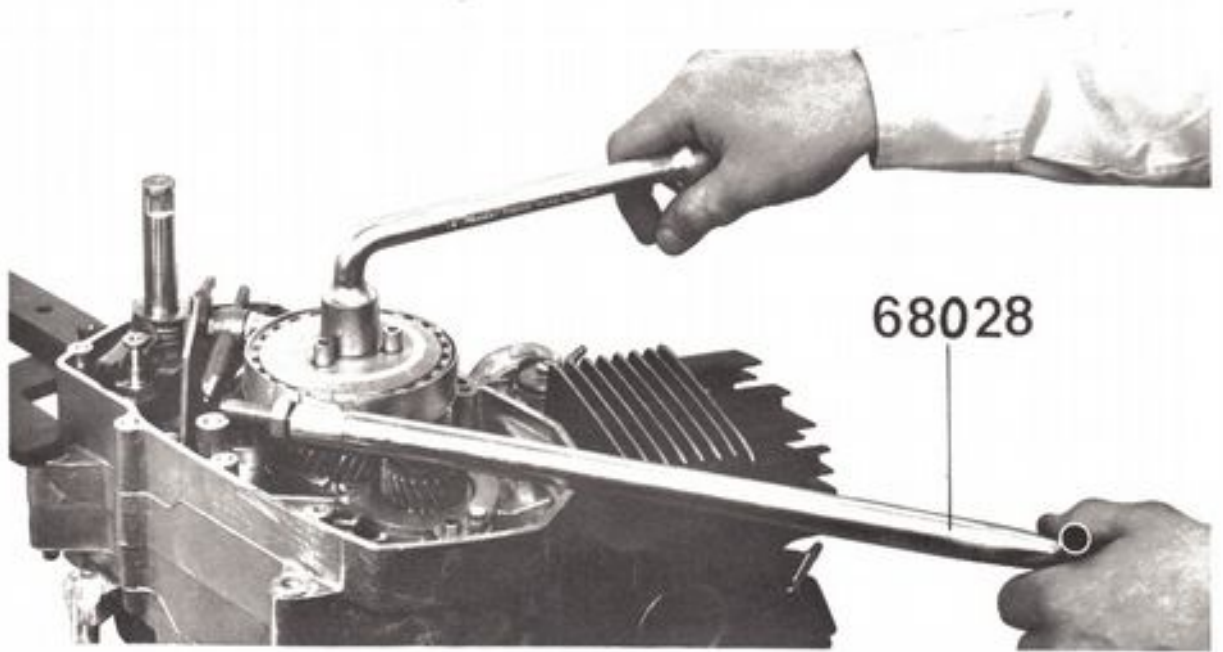

Figure 22
- Immobiliser la cage d'embrayage avec la sangle n° 68028. Avec une clé à pipe de 17, desserrer la vis de blocage (figure 22).